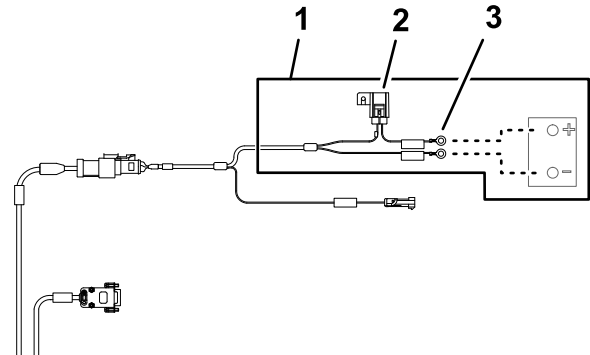

**Figure 168**
5. Acheminez la branche de 220 cm du faisceau de données vers le haut et dans le passe-câble qui entoure le trou dans la planche de bord (Figure 168).
6. Alignez le connecteur à 26 douilles du faisceau de données et le connecteur à 26 broches de l'affichage du pulvérisateur, puis poussez le connecteur à douilles dans le connecteur à broches jusqu'à ce qu'il s'enclenche solidement (Figure 168).